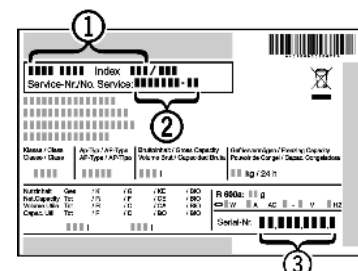

Fig. 42
- ▶ Identificați denumirea aparatului Fig. 42 (1), numărul de service Fig. 42 (2) și numărul de serie Fig. 42 (3) pe marca de fabricație. Marca de fabricație se află pe partea stângă în interiorul aparatului.